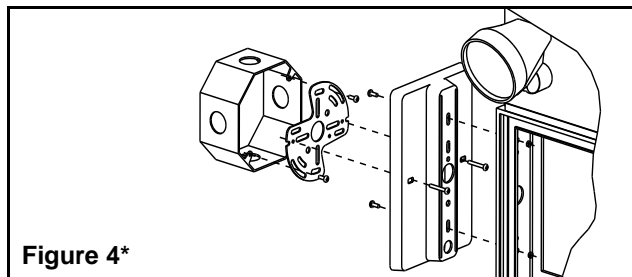

Figure 4*
- Assembler le pavillon à l'enseigne à l'aide des vis 3/8 po et des écrous à rondelle fournies (voir figure 4).